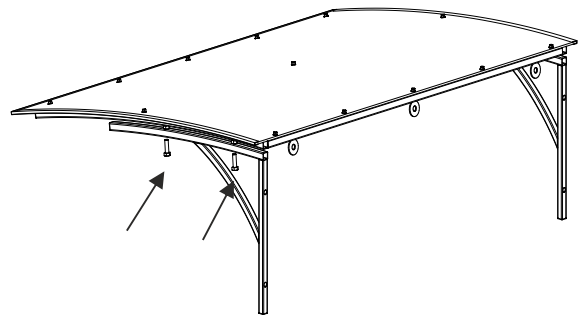

Рис. 5
8. Возьмите один кронштейн и закрепите его с помощью болтов к рамке. В данном случае рекомендуется затянуть болты послабее. *Рис.5.*